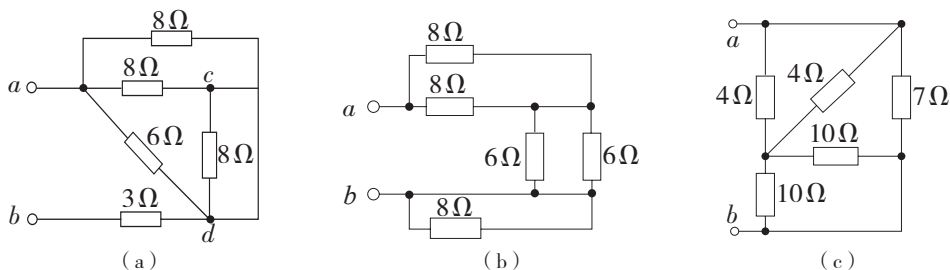

图 1-40 填空题 3 图
3. 计算图 1-40 所示电路中 a 、 b 间的等效电阻 R_{ab} 。